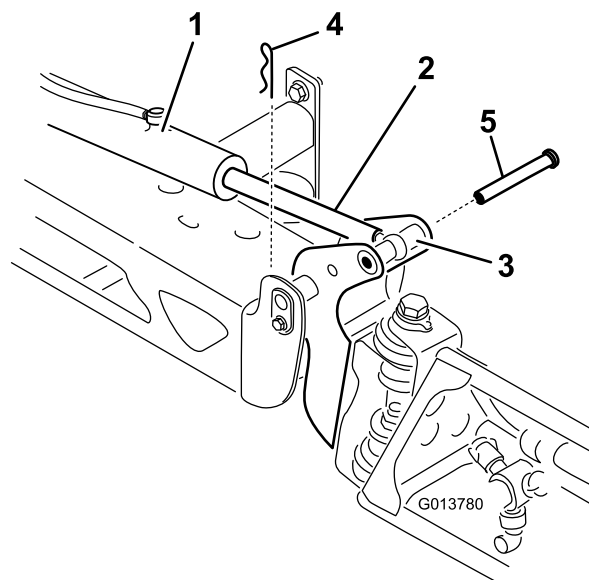

Рисунок 74
2. Извлеките шплинт из оси поворота (Рисунок 74).
3. Поднимите стрелу и снимите штифт (Рисунок 74). Медленно опустите стрелу на землю.
8. Поднимите стрелу, чтобы совместить ось поворота со штоком привода. Удерживая стрелу, проденьте штифт сквозь ось поворота стрелы и шток привода (Рисунок 74).